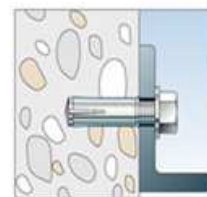

Bild 5
5. Die Sechskantschraube M16x50 (Unterleg-Scheibe nicht vergessen) durch den Tresor in den Einschlaganker eindrehen und mit einem Drehmoment von **60 Nm** anziehen [Bild 5].